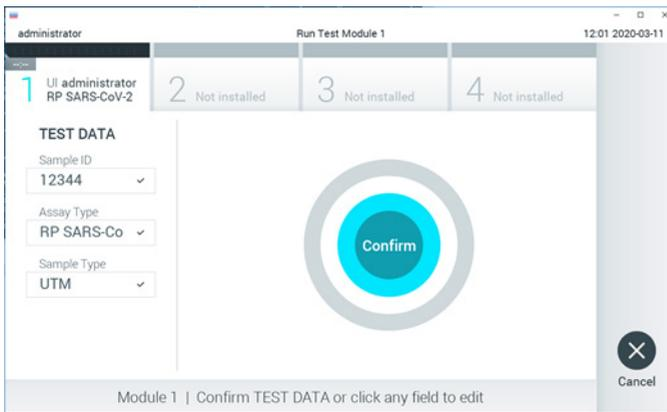

Figura 14. Confirmación de introducción de datos.
17. Pulse Confirm (Confirmar) cuando todos los datos que se muestren sean correctos. Si es necesario, seleccione el campo que corresponda para modificar su contenido o pulse Cancel (Cancelar) para cancelar la prueba (figura 14).